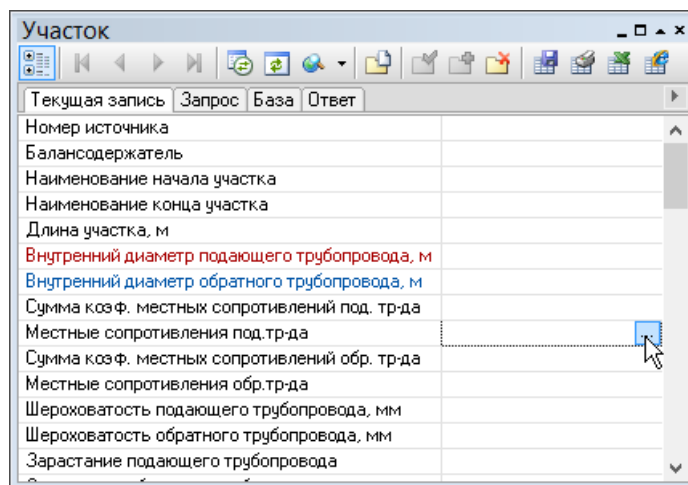

Рисунок 20.24. Открытие справочника по местным сопротивлениям
3. Установить курсор на поле Местные сопротивления под тр-да (Местные сопротивления обр. тр-да) и нажать кнопку . Откроется окно справочника местных сопротивлений. (смотрите Рисунок 20.24, «Открытие справочника по местным сопротивлениям»). О занесении местных сопротивлений смотрите следующий раздел Раздел 20.5.2, «Занесение местных сопротивлений»